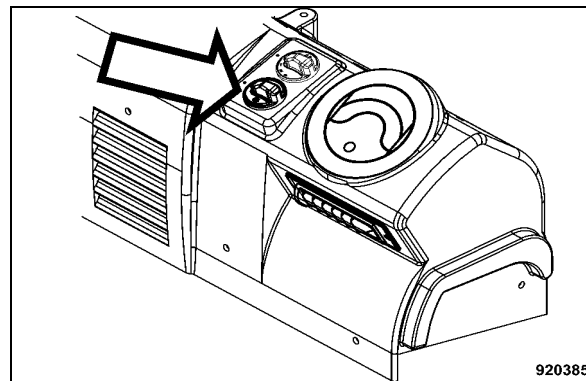

fig. 146
- Sélectionner une température de refroidissement dans la zone bleue à l'aide de l'interrupteur rotatif du climatiseur (fig. 146).